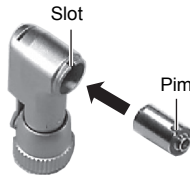

Fig. 5
- ④ Anahtar plakayı açın.Yapay frez ya da yuvarlak bir çubuğu deliğine takın ve kartuşu çıkartın.
- ⑤ Yeni kartuşu başlık slotundaki iğneler (pim) hizalı olacak şekilde kafaya takın.(Fig.5)